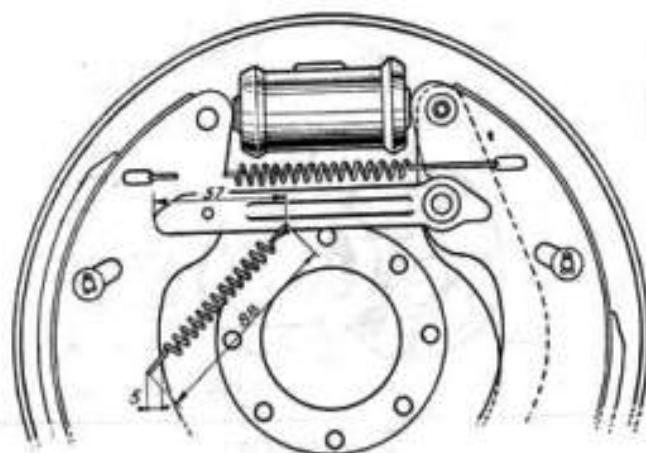

Figure 27
- Monter un ressort (N° 586.753) comme indiqué figure 27.